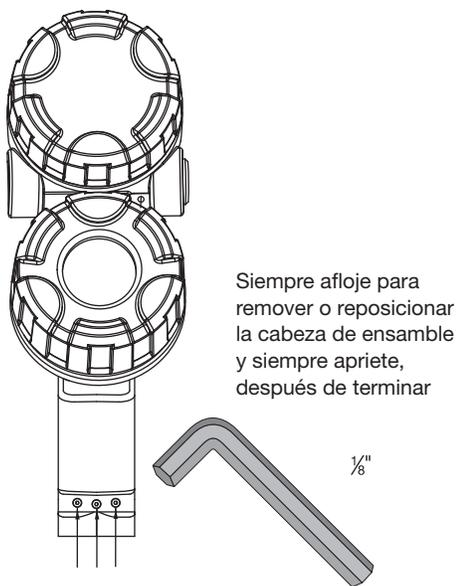

Figura 7
Vea la Figura 7.
3. Afloje los tornillos de la cabeza de transmisión (tipo socket) y coloque la salida del conduit en la dirección deseada. Vea la Figura 7.